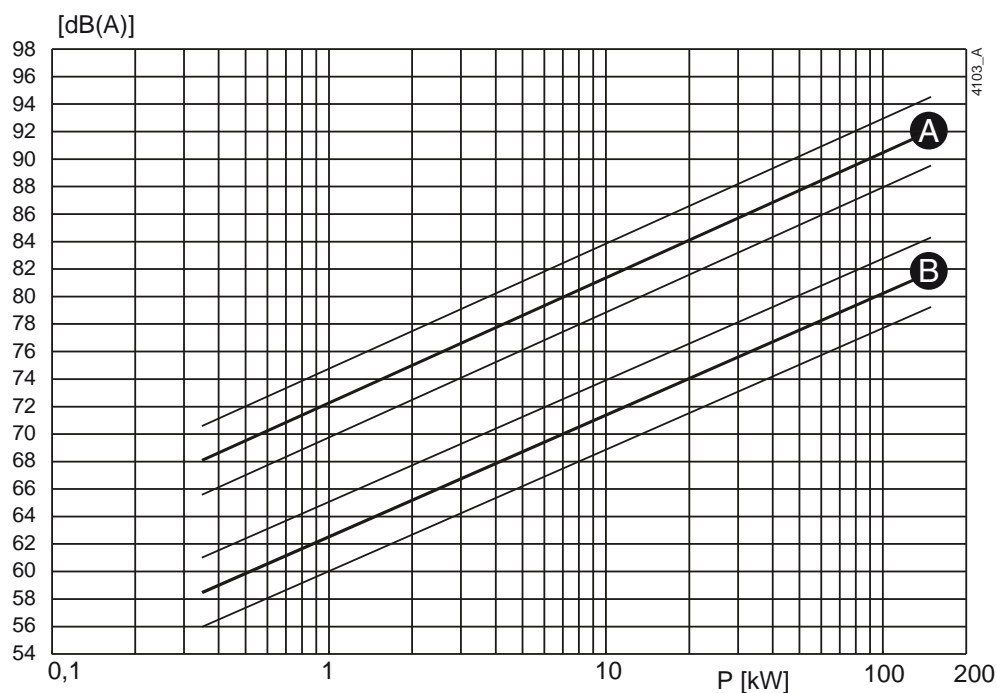
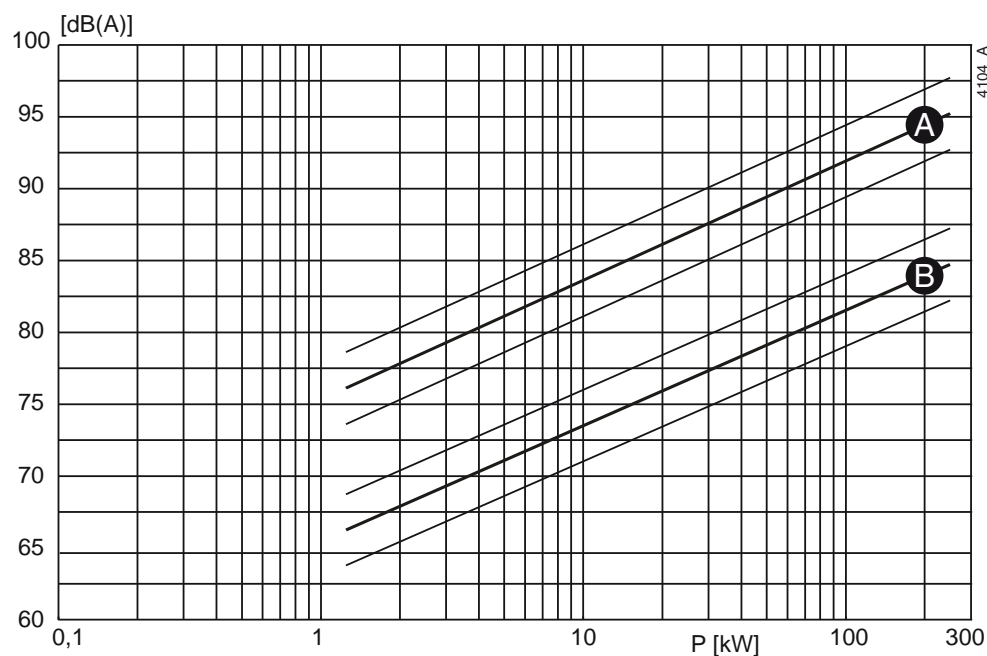

Figura 30: El ruido como función de la capacidad de la bomba [kW] a 1450 min⁻¹
Figura 31: El ruido como función de la capacidad de la bomba [kW] a 2900 min⁻¹
- 1 Para determinar el nivel de ruido (L_1) de la bomba, consulte figura 30 o figura 31.